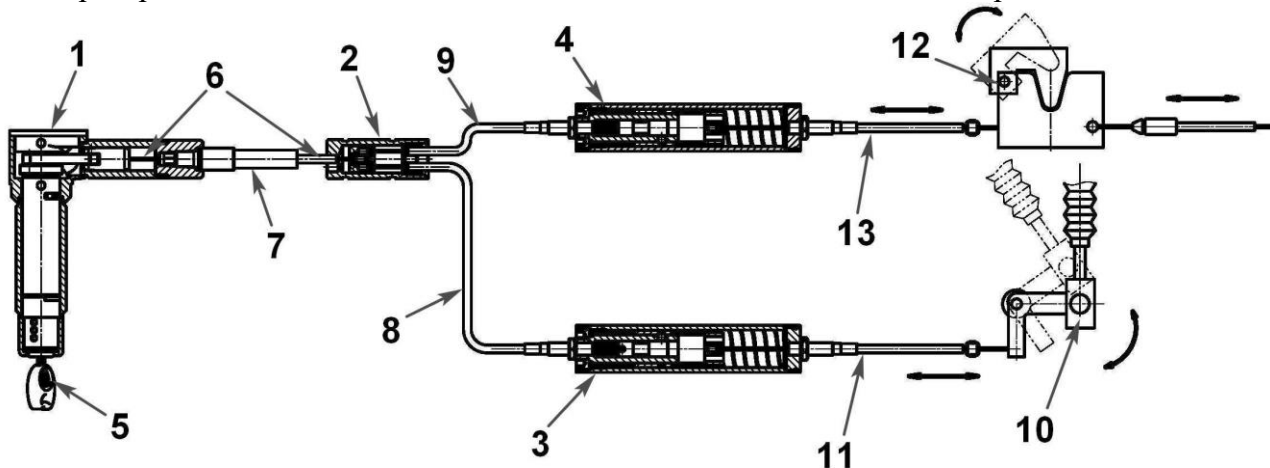

Рис. 1 Основные узлы и принцип работы "Замка"
2.2 «Замок» состоит из механизма запирания 1 (см. Рис.1), разветвителя тросов 2, блокиратора КПП 3 и блокиратора капота 4. Закрывание и открывание «Замка» осуществляется поворотом ключа 5. При повороте ключа 5 происходит осевое перемещение троса 6 в бронированной оболочке 7, трос 6 передает осевое перемещение в разветвителе тросов 2 тросу 8 к блокиратору КПП 3 и тросу 9 к блокиратору капота 4. Блокиратор КПП 3 соединен с механизмом переключения КПП 10 тросом 11, аналогично блокиратор капота 4 соединен с механизмом штатного замка капота 12 тросом.
3.10 Проверьте работоспособность механизма запираения 1 (см. **Рис.1**) поочередно каждым ключом, ход металлического троса 6 в бронированной оплетке 7 примерно 15мм. Ключ 6 в механизме запираения 1 должен поворачиваться свободно, без заеданий и подклиниваний. Фиксация ключа должна быть четкой. Усилие при повороте ключа должно быть не более 2,45Н·м.